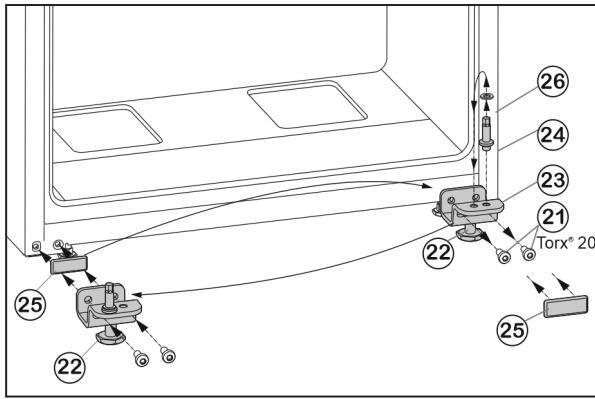

Fig. 7
- ▶ Открутите крепежные винты Fig. 7 (21).
- ▶ Снимите нижний опорный кронштейн Fig. 7 (23) вместе с опорным пальцем Fig. 7 (24), шайбой Fig. 7 (26) и регулируемой опорой Fig. 7 (22).
- ▶ Открутите опорный палец Fig. 7 (24) вместе с шайбой Fig. 7 (26) и, переставив в отверстие на противоположной стороне опорного кронштейна, снова прикрутите.
- ▶ Аккуратно снимите защитную пластину Fig. 7 (25) и переставьте ее на противоположную сторону.
- ▶ Прикрутите нижний опорный кронштейн Fig. 7 (23) вместе с опорным пальцем Fig. 7 (24), шайбой Fig. 7 (26) и регулируемой опорой Fig. 7 (22) с другой стороны шарнира (с моментом 4 Нм), при необходимости используйте аккумуляторный шурупверт.
- ▶ Установите нижнюю дверцу сверху на опорный палец Fig. 7 (24).
- ▶ Выверните регулируемую опору Fig. 7 (22) на нижнем опорном кронштейне Fig. 7 (23) до ее соприкосновения с полом.